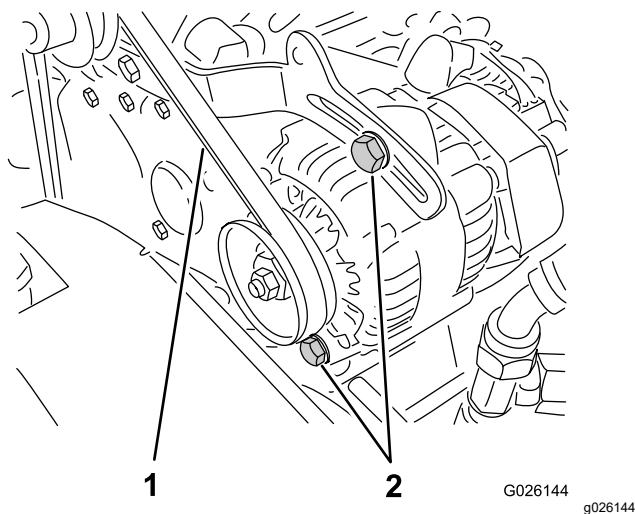

図 67
2. クランクシャフトとオルタネータのプーリ間の中央でベルトを指で押してベルトの張りを点検する 押す力は 10kg 程度(図 67)。
- A. オルタネータの取り付けボルト 2 本をゆるめる(図 67)。
B. エンジンとオルタネータの間にボールを入れて適当な張りに調整し、取り付けボルトを締め付ける(図 67)。